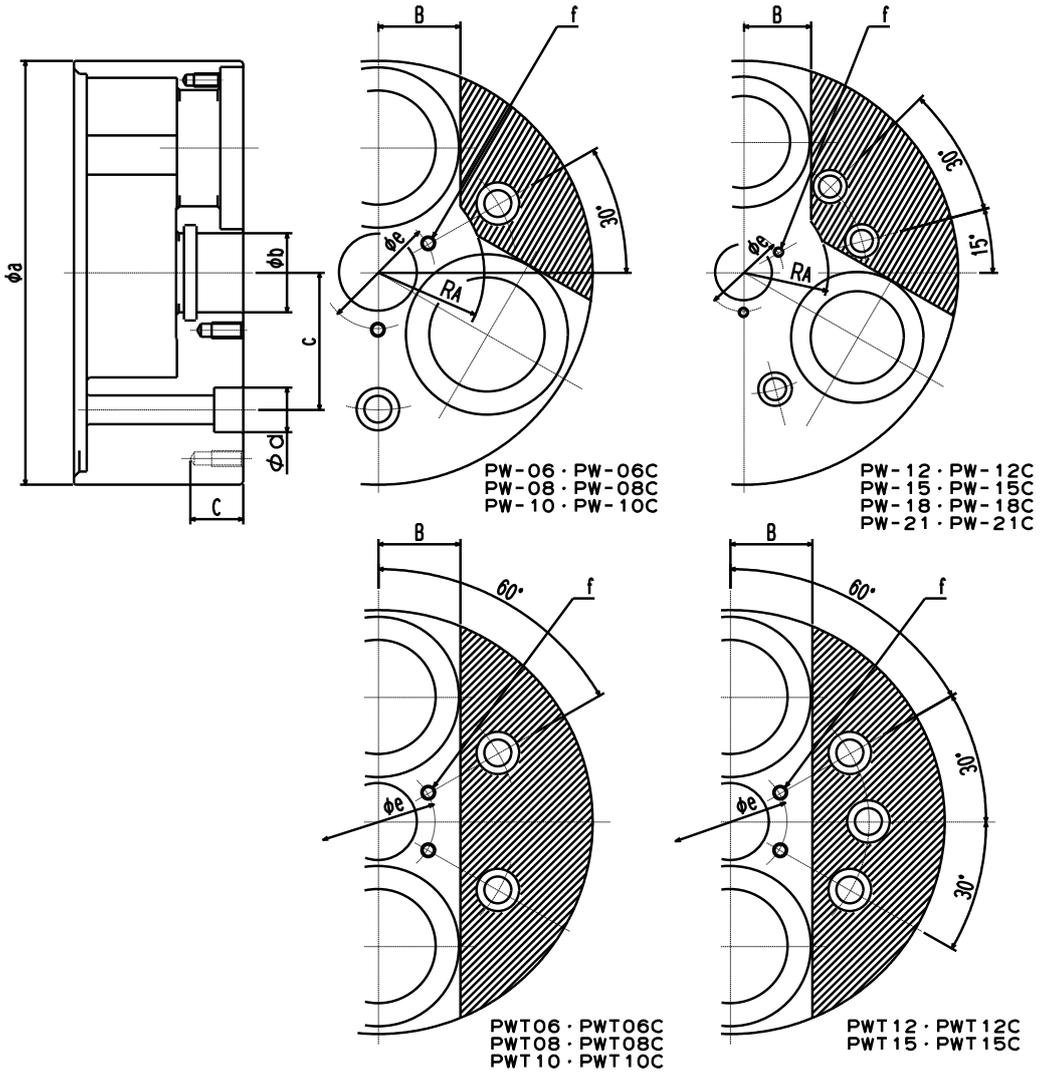

図 19
- ・ チャックボデー表面にロケータや治具を取り付ける場合は、図 19 に示す追加工範囲内にタップまたは穴明けを行ってください。